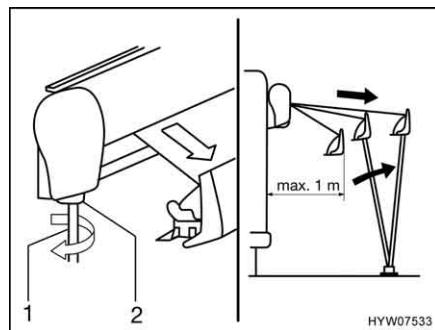

Fig. 37 Estrazione della tenda
- Inserire la manovella (Fig. 37,1) nel supporto a baionetta (Fig. 37,2) della tenda e girarla in senso antiorario.